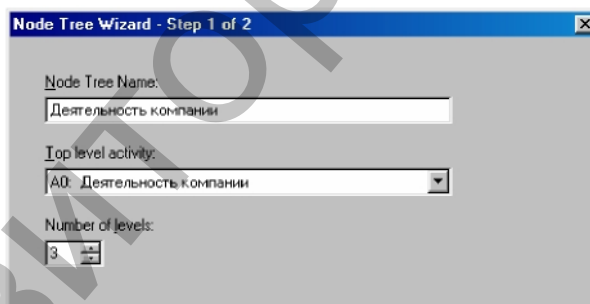

Рис. 2. Первое диалоговое окно гайда **Node Tree Wizard**
2. В первом диалоговом окне гайда **Node Tree Wizard** внесите имя диаграммы, укажите диаграмму корня дерева и количество уровней (рис. 2). Нажмите кнопку "Next" для продолжения работы.